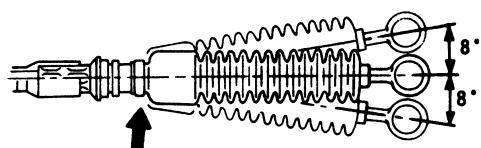

图 3-27 拆卸钢丝绳
(2) 在拆卸控制钢丝绳过程中应小心, 不要使图 3-27 箭头所示的部分弯曲 8° 以上。注意为了便于安装控制钢丝绳, 一定要使控制钢丝绳和变速器杆接头上的配合记号对准。